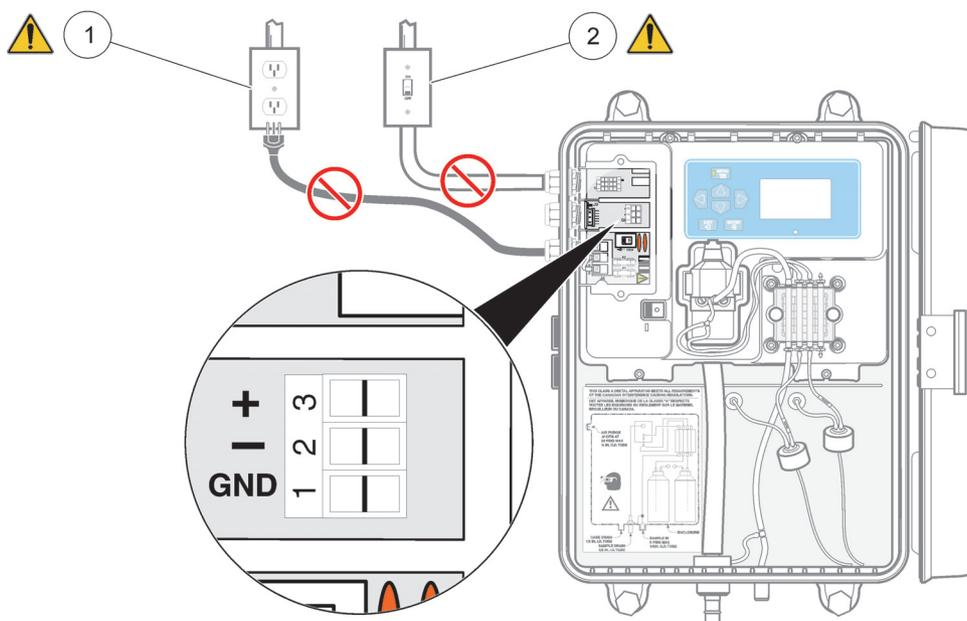

Abbildung 16 Schreiberanschlüsse
5.3 Ziehen Sie den Steckverbinder vom Instrument ab. Informationen zur Lage der Steckverbinder finden Sie in Abbildung 16 auf Seite 29.